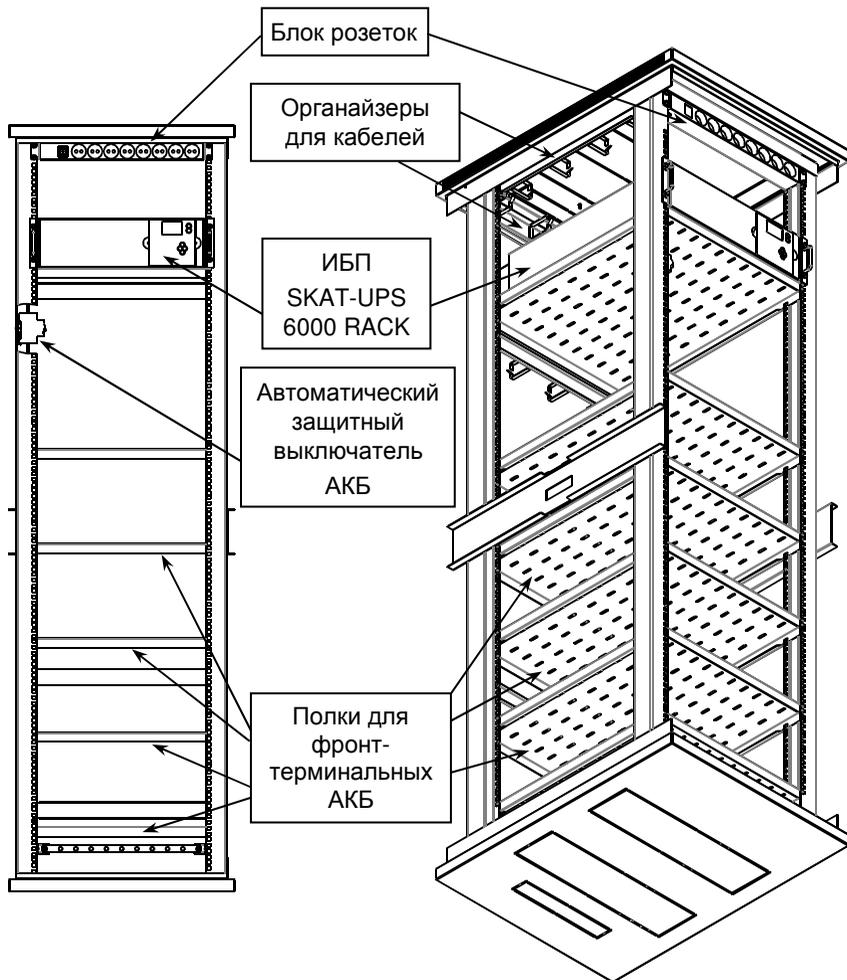

Рисунок 1 — Общий вид изделия спереди, без оболочки.
- Убедиться в том, что входной автоматический выключатель, расположенный на задней стенке корпуса ИБП, автоматический выключатель АКБ (см. рисунок 1) и переключатель блока сетевых розеток находятся в выключенном положении.